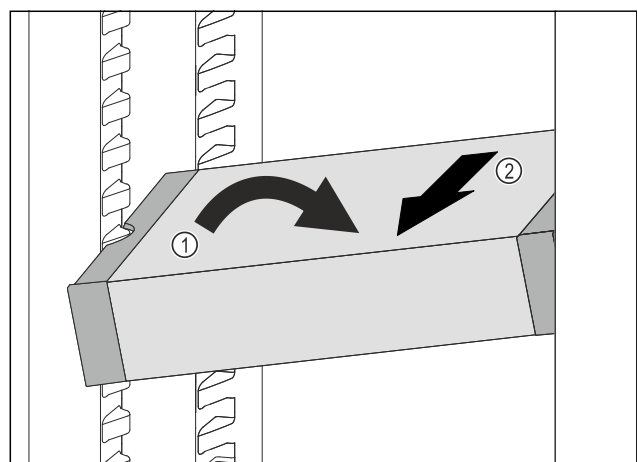

Fig. 139
- ▶ VarioSafe in het koelgedeelte schuin zetten. Fig. 139 (1)
- ▶ VarioSafe naar voren toe verwijderen. Fig. 139 (2)